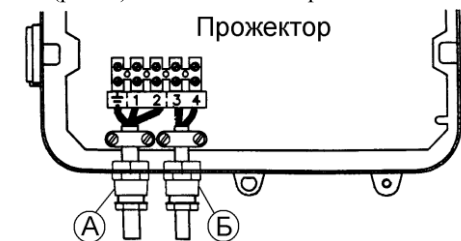
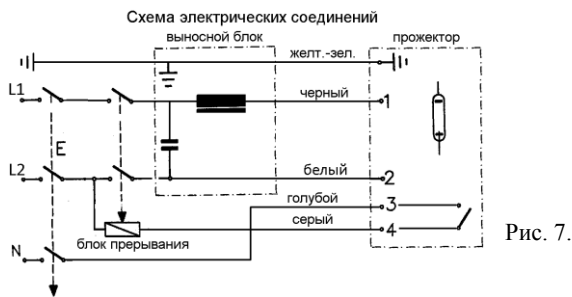

Рис. 6
Рис. 7.
5.5.6. Подключить токоведущие жилы проводов к клеммной колодке (рис. 6) согласно схеме приведенной на рис.7